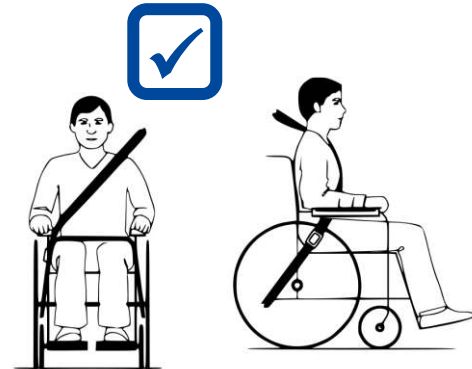

Figura 2 **Cinturón de retención bien abrochado**
7. Asegurarse de que los cinturones de retención del hombro se ajusten sobre los hombros, véase figura 2.